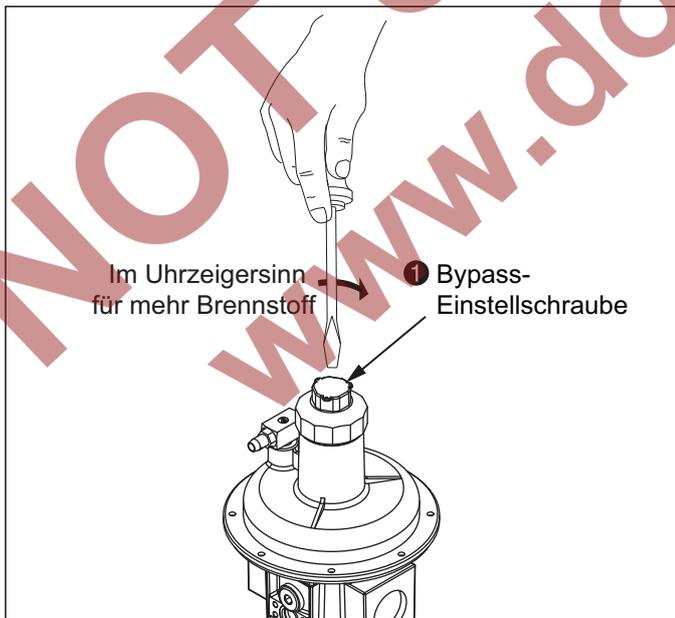

Abbildung 4.7 Proportionator Einstellungen
- Überprüfen, dass sich die Vorspann-Stellschraube ① an der Federsäule des Verhältnisreglers drei volle Umdrehungen im Uhrzeigersinn über der untersten Stellung (360° x 3) befindet. Siehe hierzu Abbildung 4.7.